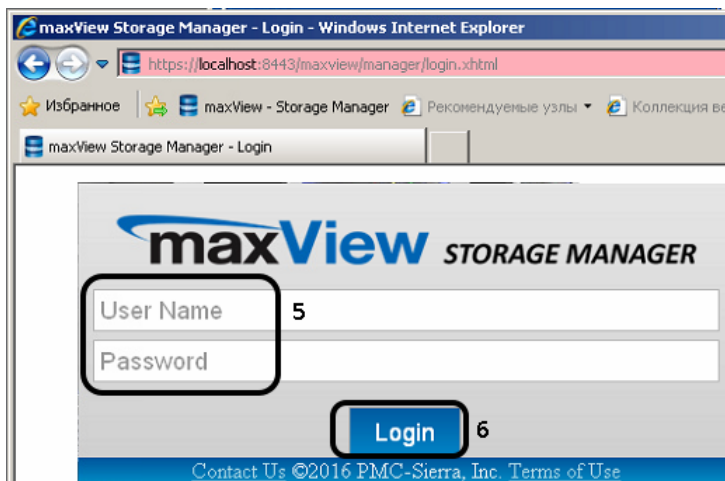

Рис. 61 Ввод логина и пароля
- 4 - Ввести логин и пароль (имеются в виду логин и пароль Администратора ОС) (Рис. 61);